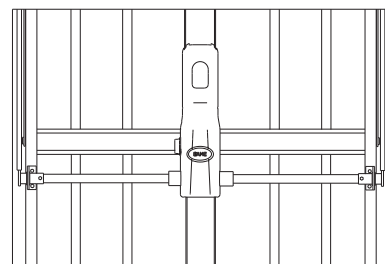

Fig. 1
- 1) Porta superficie max 6 mq (L 2,5 x H 2,4 mt) senza porta pedonale: utilizzare il Kit motore singolo con accessori standard (fig. 1).
- 1) Porta superficie max 9 mq (L 3 x H 3 mt) senza porta pedonale: utilizzare il Kit motore singolo con accessori standard (fig. 1).